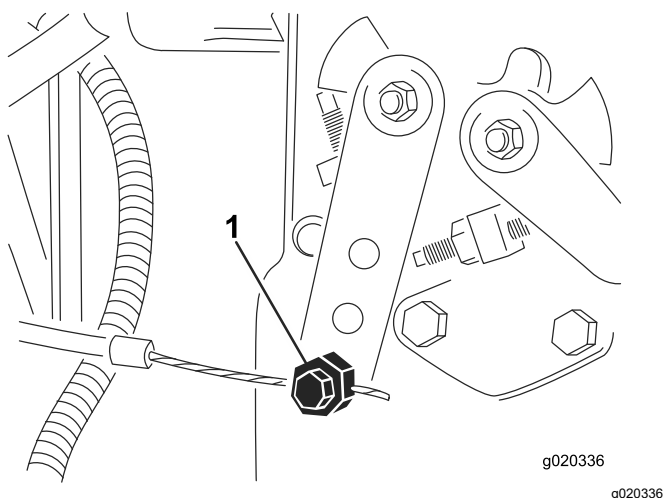

図 78
3. 噴射ポンプのレバーアーム **図 78** の部分にあるスロットルケーブルのコネクタをゆるめる。